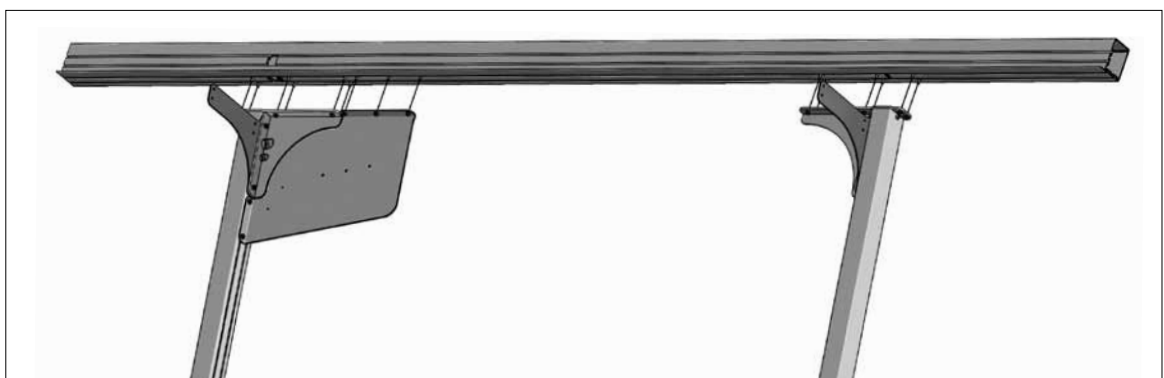

Abb. C2-13
- ▶ Hammerkopfschrauben (6 Stck./Aussteifungswinkel) an Tragprofilen einschieben. Falls das Wechselrichterblech eingebaut wird, sind zusätzlich 3 Hammerkopfschrauben in die innere Nut einzuführen (s. Abb. C2-12). Stützen und Tragprofile verschrauben (Abb. C2-13), dabei müssen die Positionierlaschen in die Schlitzreife greifen.